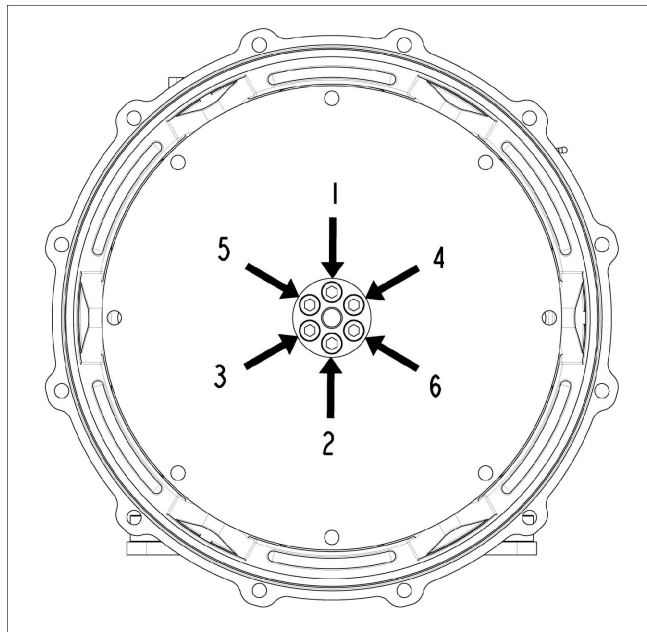

ABBILDUNG 22. REIHENFOLGE DER BEFESTIGUNG AN NABE
4. Gegebenenfalls die Schrauben der Kupplungsscheibe in der Reihenfolge anziehen. Siehe dazu Abbildung 22 auf Seite 42 . Angaben zum Anzugsmoment siehe Kapitel 9 auf Seite 69 .